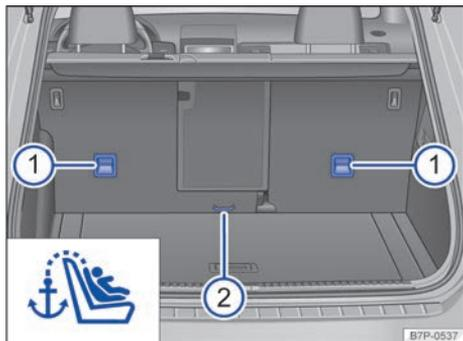

Fig. 61 En la parte posterior del asiento trasero: argollas de sujeción para el cinturón de fijación superior.
- Guíe el cinturón de fijación superior del asiento para niños hacia atrás, en dirección al maletero, y engánchelo en la argolla de sujeción correspondiente situada en el respaldo del asiento trasero → fig. 61 ⓘ o ⓘ. En el caso de la argolla central ⓘ hay que extraerla primero un poco.